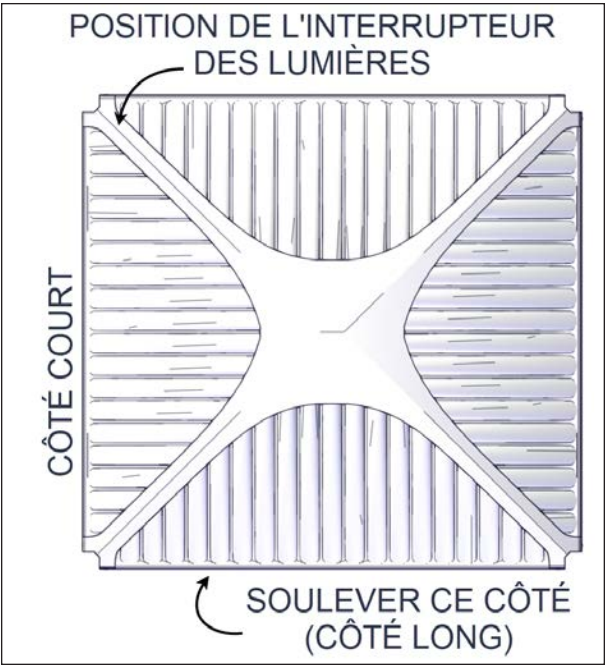

FIGURE 30: CÔTÉS COURT ET LONG DU COUVERCLE
- 2. Repérer le coin où se trouve l'interrupteur des lumières, voir Figure 30.
- 3. Pour les prochaines étapes, soulever et séparer le côté long de la coque externe opposé à l'interrupteur. Pour séparer le couvercle en deux, retirer la coque externe en poussant vers l'intérieur sur le châssis d'acier de la coque interne, voir Figure 30 et